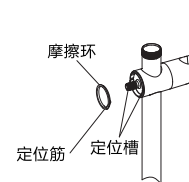

图3
- 将摩擦环通过定位筋固定于安装孔1内的定位槽放置平整 (见图3);